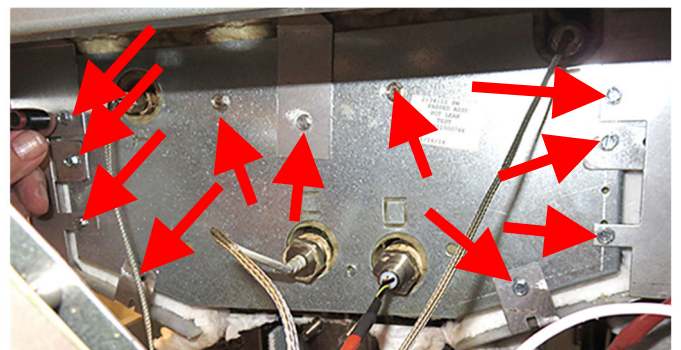

図 42
48. コントロールボックスの後ろの上部断熱パネルのすべてのネジを取り外します (図 42 を参照)。